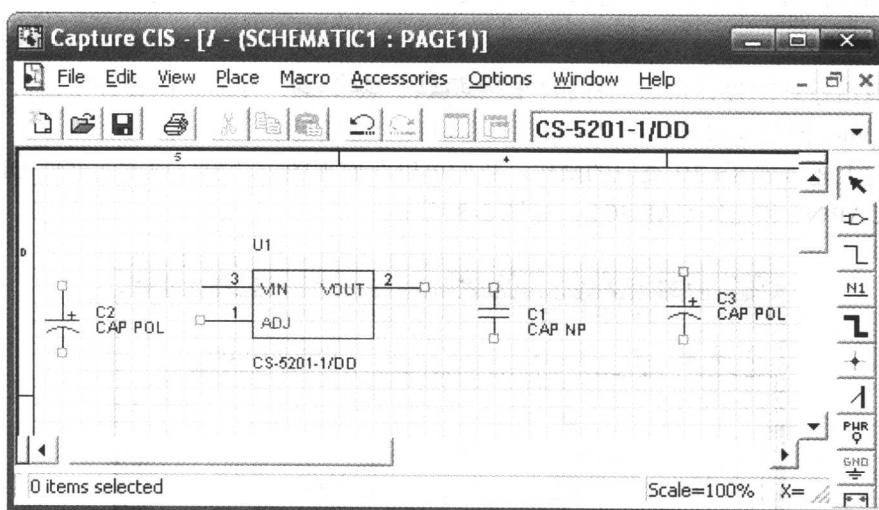

图 2-10 复制元件
- 15) 按 **Ctrl+V** 键，电容 C2 的复制品就会粘在鼠标上，在原理图设计窗口的合适地方单击鼠标左键，这样就将电容 C2 复制到原理图设计窗口，系统自动编号为 C3，如图 2-10 所示。